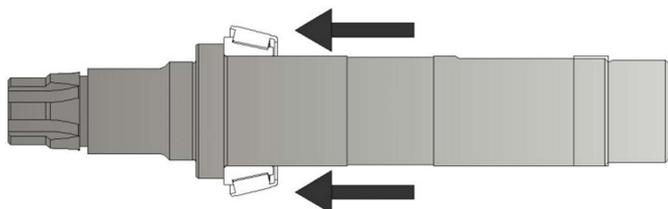

Figure 34 - Montage bague de roulement interne
- PORTER GANTS : Chauffer uniquement les bagues internes des roulements avant (5) et les assembler sur les arbres (24 et 25) et s'assurer qu'elles sont à l'équerre et fermement appuyées contre l'épaulement de l'arbre. (Figure 34)